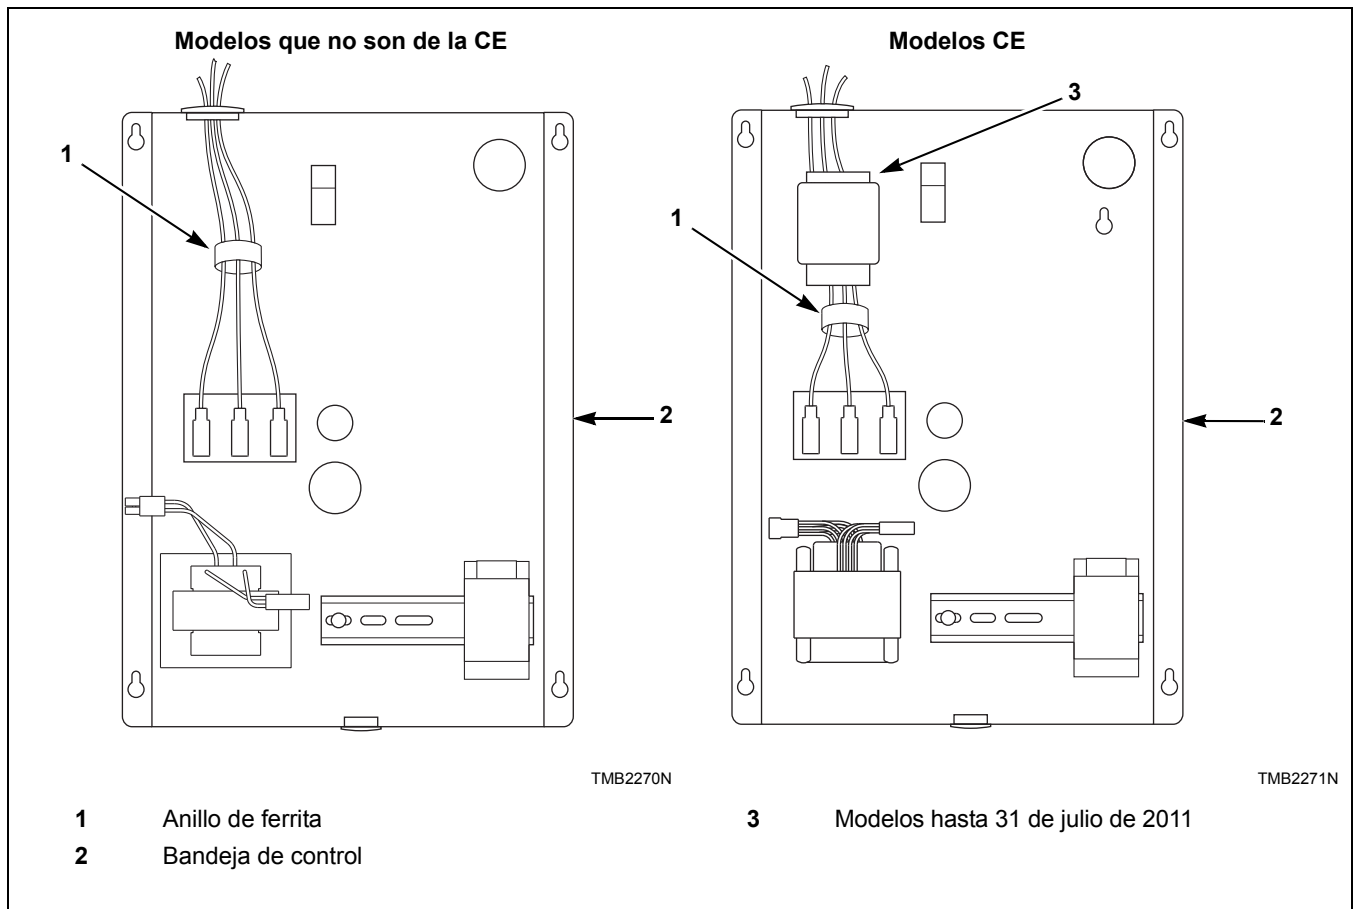

Figura 25
2. Cierre el anillo de ferrita sobre todos los cables de servicio dentro de la caja de contactores según se muestra. Es importante que el anillo de ferrita esté instalado dentro de la caja de contactores. Consulte la *Figura 25*. No instale la ferrita fuera de la caja u otra área. Asegúrese de que los cables de servicio estén en el centro de la ferrita antes de cerrar el anillo de modo que no aprisionen o dañen los cables.